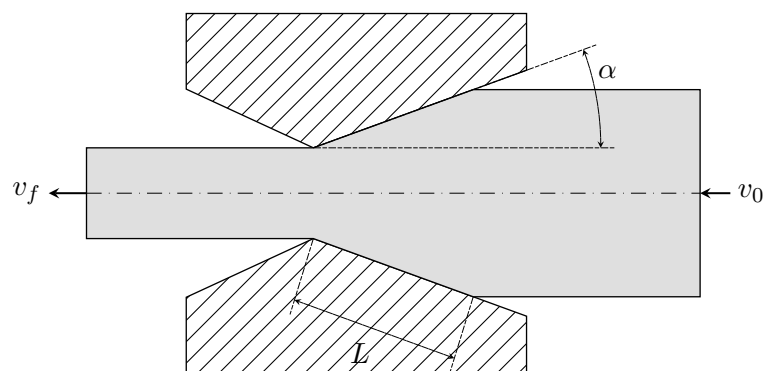

FIGURE 1: Schéma général d'une filière
- (a) Montrez qu'il est possible d'effectuer l'opération de réduction de rayon avec la filière de la Fig. 1 assurant une longueur de contact L de 10 mm et cela pour autant que la lubrification que vous utilisez maintienne le coefficient de frottement à la valeur $\mu = 0.1$.